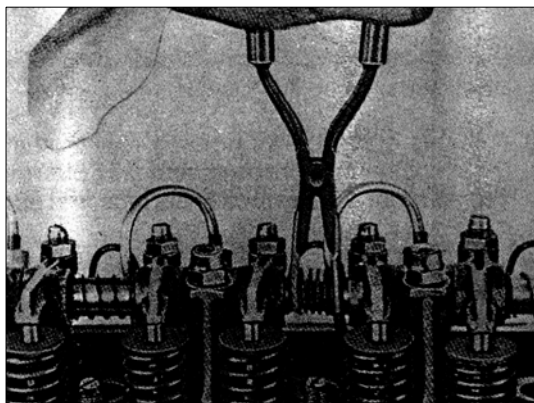

РИС. 58
- 1) Удалите соединительную муфту между осями коромысел при помощи клещей 312 589 0261 (рис. 58).